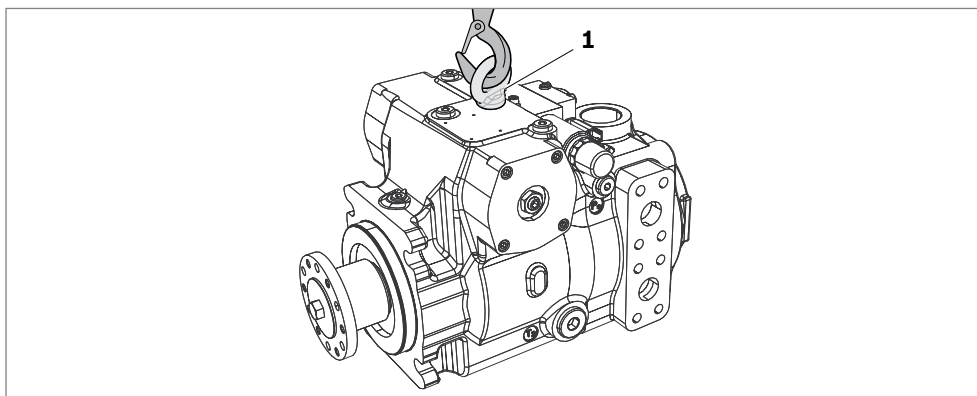

图 4：将吊环螺栓固定在壳体上（仅限规格 115）
轴向柱塞单元可以用旋入式吊环螺栓 (1) 进行吊运，如 图 4 所示。
- ▶ 吊运时，将合适的吊环螺栓 (1) 完全旋入轴向柱塞单元壳体上的内螺纹。